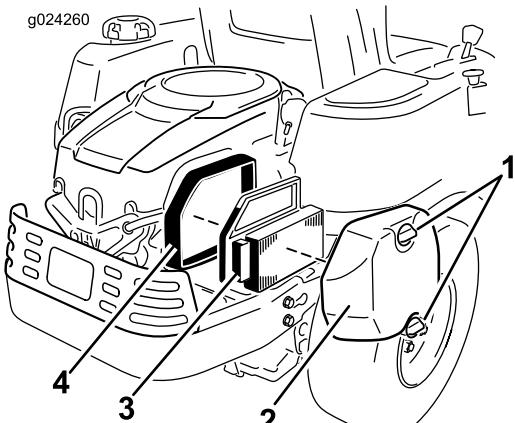

Figura 34
1. Togliete il coperchio del filtro dell'aria (Figura 34).
2. Rimuovete l'elemento del filtro dell'aria con la tenuta in gomma integrale (Figura 34).
5. Installate l'elemento del filtro dell'aria con il lato pieghettato rivolto verso l'esterno e appoggiate la tenuta in gomma sui bordi della base del filtro dell'aria (Figura 34).
6. Montate il coperchio del filtro dell'aria e fissatelo con le 2 manopole (Figura 34).